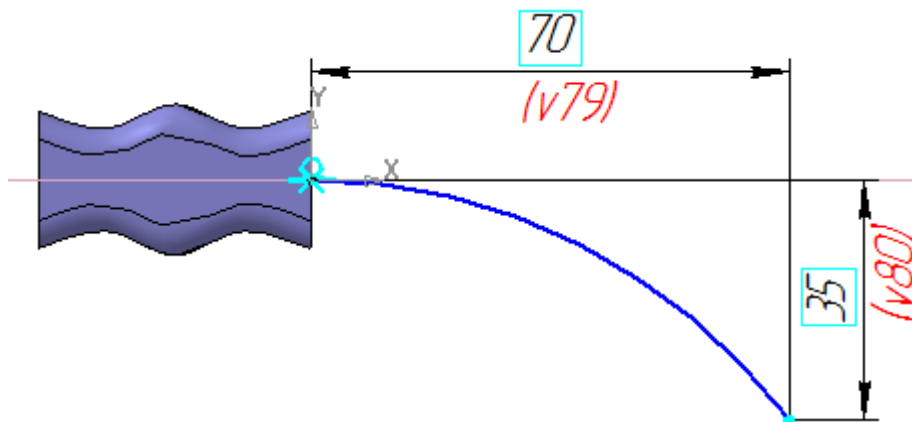

Рисунок 33.
- Для определения геометрии дуги проставьте размеры (рис. 33).